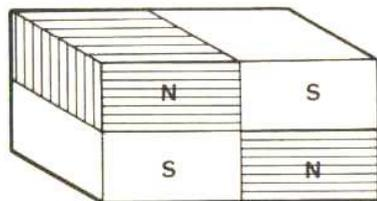

Fig 6
- Il ne faut pas essayer de placer deux pôles d'aimant de même signe l'un contre l'autre. Vous risquez de les démagnétiser. Conservez-les dans votre boîte appliqués l'un contre l'autre, mais en sens inverse (tête-bêche), comme l'indique la figure 6.